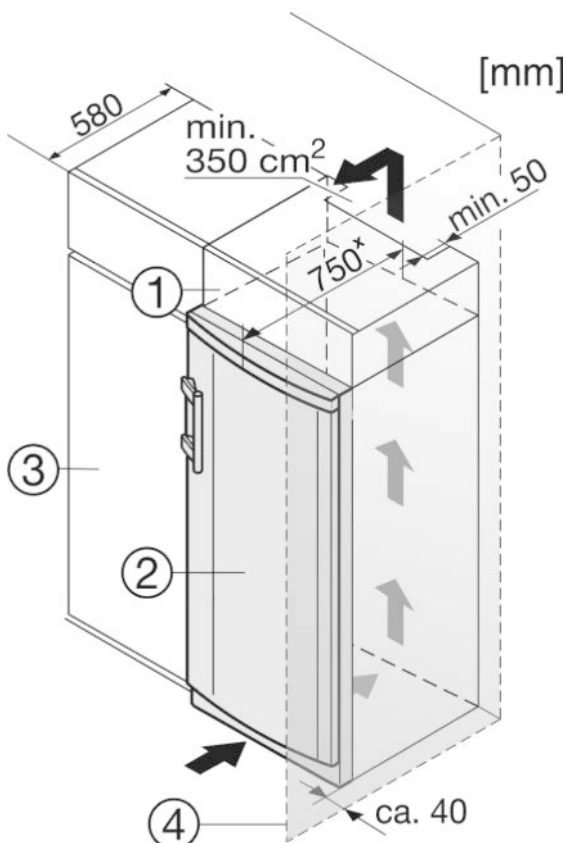

Fig. 9
Устройство может быть окружено кухонными шкафами. Чтобы уравнять устройство Fig. 9 (2) по высоте с кухонной стенкой, можно установить над устройством дополнительный шкафчик Fig. 9 (1).
Если устройство установлено на шарнирах у стены Fig. 9 (4), то расстояние между устройством и стеной должно быть не менее 40 мм. Настолько выступает ручка при открытой дверце.